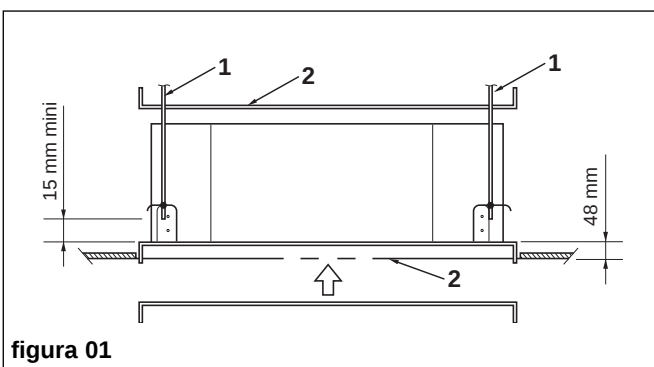

figura 01
- Utilizzare la dima (2) per determinare la posizione dei fori delle aste di sospensione (1) e il foro da praticare nel controsoffitto (figura 01).
- La lunghezza delle aste di sospensione deve permettere di avere una distanza superiore a mm. 15 tra il basso dell'asta di sospensione e la parte bassa dell'unità (figura 01).